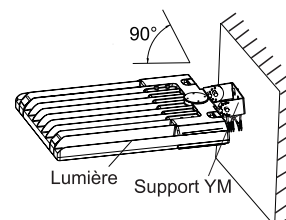

Figure 16
Étape 3 : Connecter le luminaire au support et serrer les vis ; connecter correctement les fils et les placer dans la boîte de jonction. (Fig. 16)
Avis : L'angle réglable est de 0 à 90° (Fig. 16)